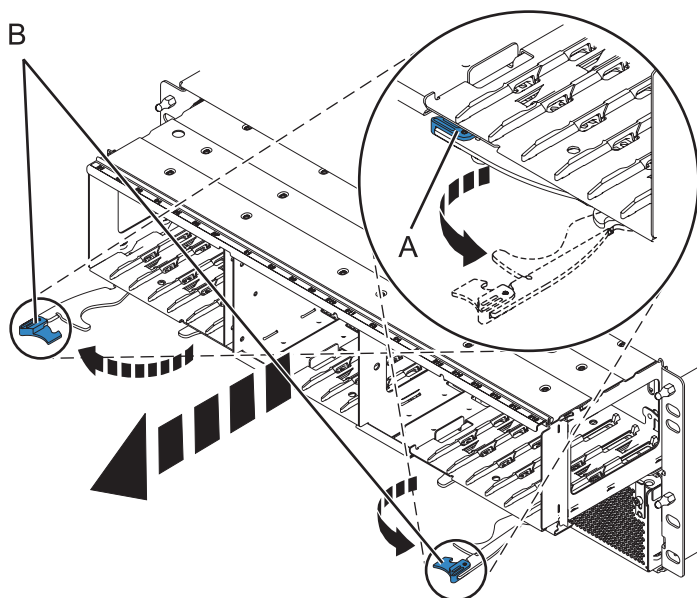

Figure 53. Retrait du fond de panier du boîtier
6. Retirez le fond de panier, comme illustré dans la figure 53, à la page 67.